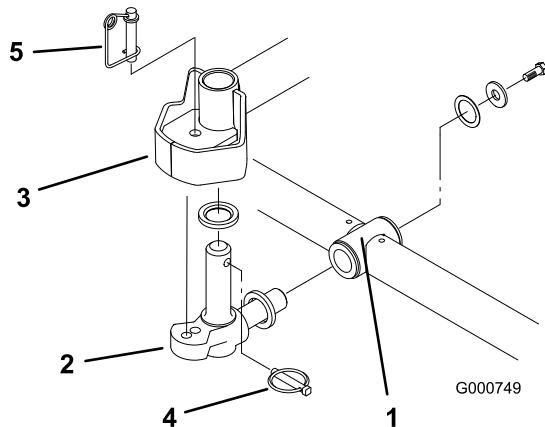

図 5
- スラスト・ワッシャを、ピボット・ナックルの水平シャフトに差し込む（図5）。
7. ピボット・ナックルの水平シャフトをキャリア・フレームの取り付け穴に差し込む(図 5)。
8. スラスト・ワッシャ、平ワッシャ、フランジヘッドネジを使って、ピボット・ナックルをキャリア・フレームに固定する(図 5)。
9. ピボット・ナックルの垂直シャフトにスラスト・ワッシャを差し込む(図 5)。
10. ピボット・ナックルの垂直シャフトを外している場合には、ここで昇降アームのピボット・ハブに差し込む(図 5)。昇降アームのステアリング・プレートの下にある2枚のゴム製センタリングバンパーの間に、ピボット・ナックルを挟む。
11. ピボット・ナックルのシャフトに付いている穴にリンチ・ピンを差し込む(図 5)。
**注** カッティングユニットを固定モードで使用する場合には、ステアリング・ロック・ピンをピボット・ナックルの取り付け穴に差し込んでください(図 5)。
14. ステアリング・ロック・ピンの下にスプリングを掛ける(図 5)。